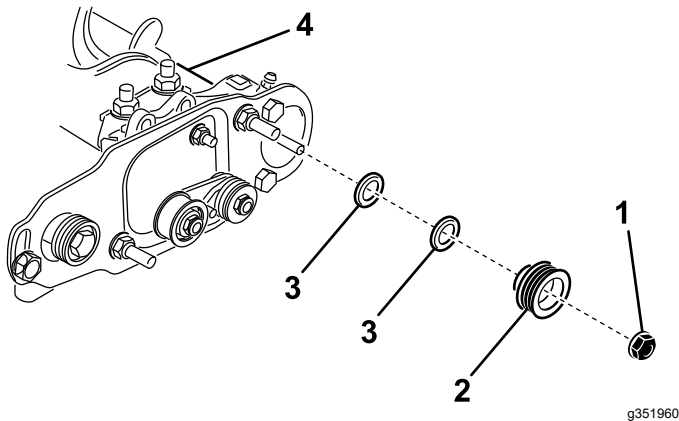

Bild 40
3. Entfernen Sie die Sicherungsmutter, mit der die Antriebsriemenscheibe an der Büstenwelle befestigt ist (Bild 39 oder Bild 40). Setzen Sie einen Schraubenschlüssel (1/2") auf die flachen Enden der Rollenbürstenwelle, damit sie sich nicht dreht.
4. Nehmen Sie die Antriebsscheibe von der Welle (Bild 40).
5. Wenn die Scheibe nach außen bewegt werden muss, legen Sie ein Distanzstück (0,8 mm) auf (Bild 40).